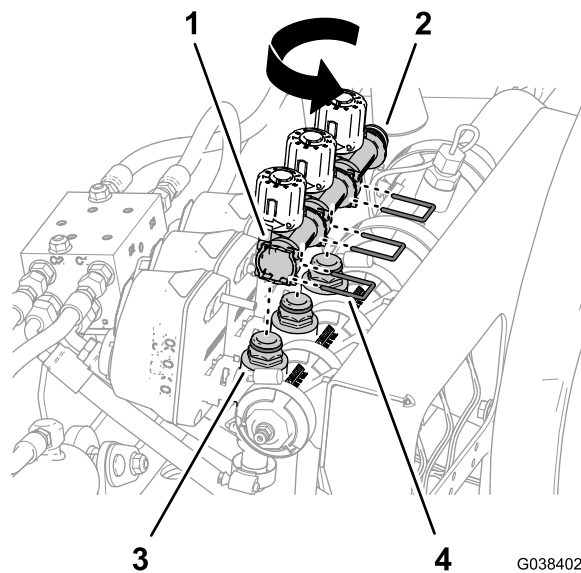

Figura 85
- 5. Gire el distribuidor de desvío 180° y colóquelo sobre los 3 acoplamientos rápidos del distribuidor de las válvulas de fumigación (Figura 85).
- 6. Sujete el distribuidor de desvío a los acoplamientos rápidos del distribuidor de las válvulas de fumigación (Figura 85) con las 3 horquillas de retención que retiró en el paso 3.